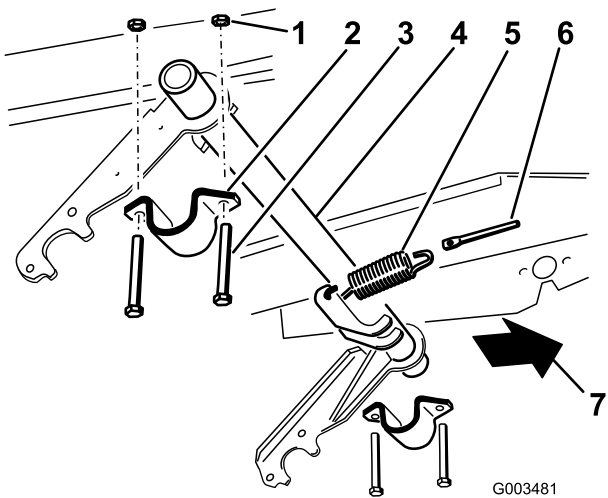

Figura 5
1. Collegate la molla di trazione a una delle leve presenti sul tubo orientabile e alla relativa asta (Figura 5).
2. Montate, senza serrarla, la staffa del tubo orientabile sul lato destro (Figura 5).
3. Fate scorrere l'estremità destra del tubo orientabile nella relativa staffa di destra (Figura 5).
5. Sollevare il lato sinistro del tubo orientabile, avvicinandolo al telaio, e montatelo con una staffa mediante 2 bulloni (3/8 x 3 poll.) e 2 dadi di bloccaggio (3/8 poll.) (Figura 5).